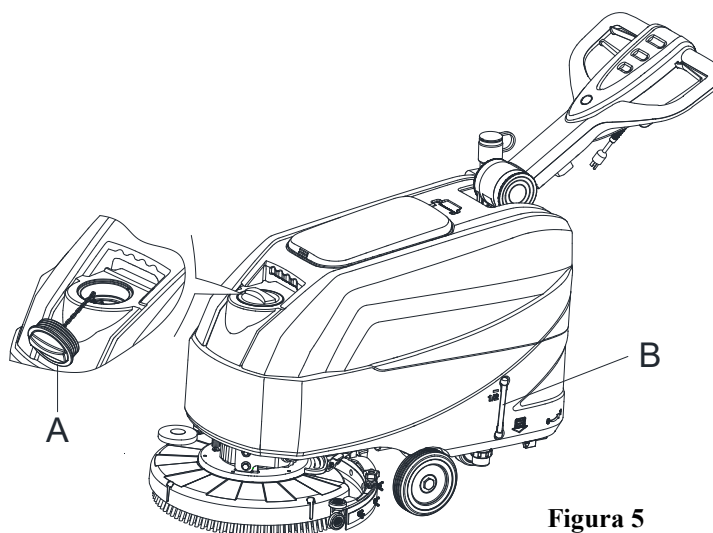

Figura 5
1. Deschideți capacul intrării pentru apă (A, Figura 5).
3. Nu umpleți excesiv rezervorul, consultați indicatorul nivelului de apă (B, Figura 5) în ceea ce privește volumul de apă necesar.